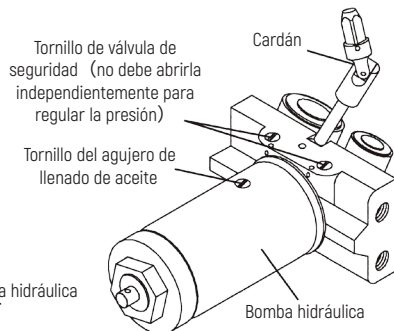

Figura 2
- 1) Desatornille el tornillo del agujero de llenado de aceite, pero no quite el tornillo (Figura 2) .
- 5) Apriete el tornillo del agujero de llenado de aceite (Figura 2) .
- 1) Quite el tornillo del agujero de llenado de aceite (Figura 2) .